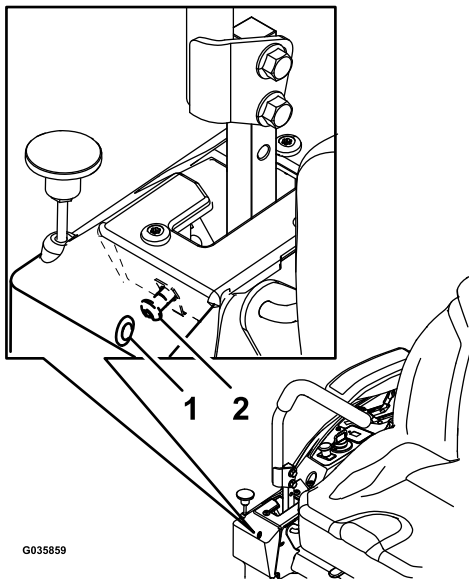

**Figuur 55**
**Opmerking:** De bovenste lus van de rolbeugel moet mogelijk naar voren worden geduwd of naar achteren worden getrokken om ervoor te zorgen dat beide knoppen in de juiste stand klikken (Figuur 54 en Figuur 55).